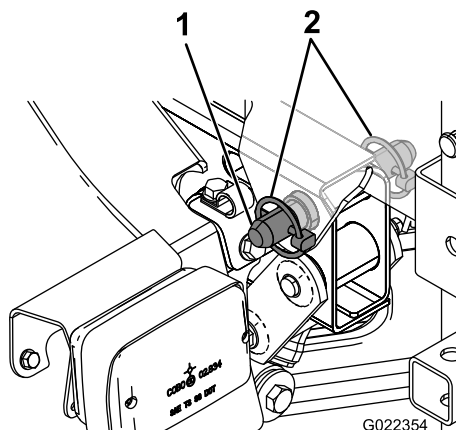

図 10
5. タンク台の後部にあるピボットラグを、車体フレームの最後尾についている荷台のピボットチューブの穴に合わせる (図 10)。
6. ピボットラグにテーパ付きクレビスピンと1本とリンチピン2本を差し込んで、タンクアセンブリとフレームとを連結する 図 10。